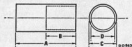

Abb. Nb. 19
- (35) Arbeiten vornehmen wie unter (21) bis (24) aufgeführt.
- (36) Die drei Spannbolzen abnehmen.
- (37) Ein Bohr von den in Abb. Nb. 19 gegebenen Abmessungen über die Schleifringform setzen, so daß es gegen den Lauf-ring des Schleifringaggregats anliegt und Lager vorsichtig mit seinem Gehäuse treiben.
- (38) Wellenmutter, Unterlegscheibe, Klemmscheibe, Lüfter und Wellenfeder abnehmen.
- (39) Lüfter vom Ankerseitigen Lagerloch abdrücken.
- (40) Springring abnehmen, der das ankerseitige Lager sichert und Lager abnehmen.
- (41) Feldverbindungen vom Schleifring löslösen und Aggregat von der Läuferwelle abheben.
- (42) Schleifringlager ausbauen.